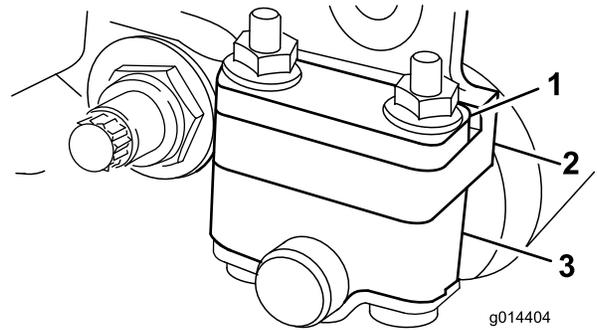
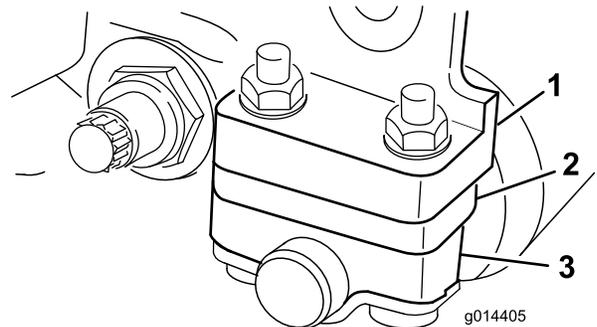

Bild 12
Bild 13
Abhängig von dem gewünschten Schnitthöhenbereich, müssen Sie die Heckrollenhalterungen (**Bild 12** oder **Bild 13**) auf die niedrige oder hohe Stellung einstellen:
- Legen Sie das Distanzstück über den Montageflansch der Seitenplatte (Werkseinstellung), wenn die Einstellungen für den Schnitthöhenbereich zwischen 1,5 mm und 6,0 mm liegen, wie in **Bild 12** abgebildet.
- Positionieren Sie das Distanzstück unter den Montageflansch der Seitenplatte, wenn die Einstellungen für den Schnitthöhenbereich zwischen 3 mm und 25 mm liegen, wie in **Bild 13** abgebildet.
4. Legen Sie die Distanzstücke je nach Bedarf über oder unter den Rollenhalterungen auf die Schrauben (**Bild 12** oder **Bild 13**).